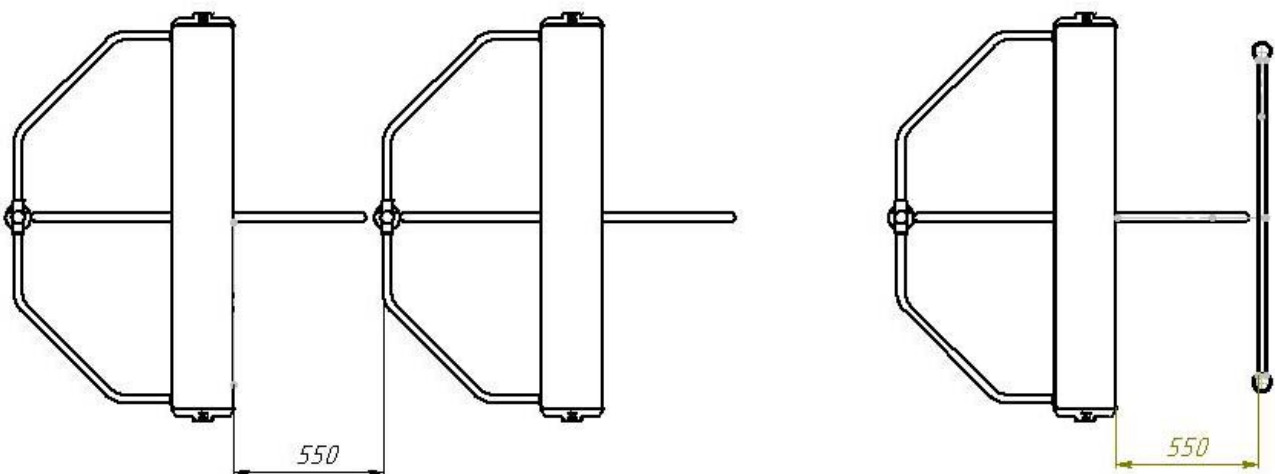

Рисунок 5 – Рекомендации по организации зоны прохода
**Примечание** – Величина угла, при котором начинается доворот ротора, может варьироваться в пределах  $\pm 5^\circ$ . Для обеспечения регистрации проходов необходимо организовать зону прохода таким образом, чтобы при проходе через ЭП осуществлялся поворот створок ротора на угол не менее 45° (см. рисунок 5).